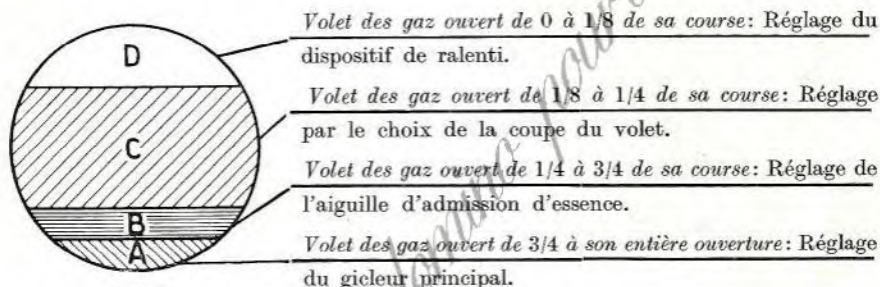

Fig. 1
**Réglage de ralenti** (voir schéma Fig. 1 Partie A).
#### Réglage de l'accélération (voir schéma de la figure 1 partie B).
#### **Réglage de l'aiguille** d'admission d'essence (voir schéma de la figure 1 partie C).
Il est conseillé de faire le réglage de la position de cette aiguille sur route, en réglant le volet des gaz comme indiqué au schéma de la figure 1, partie C. Il faut refaire les vérifications habituelles avec les mêmes méthodes pratiquées pour le contrôle de l'accélération.
#### **Réglage du maximum** (voir schéma de la figure 1, partie D).
Ce réglage a lieu toujours sur route. Il s'effectue toujours dans le dernier quart d'ouverture du volet des gaz (partie D du schéma de la figure 1). C'est ici que se constate toujours l'influence maximum du gicleur principal, c'est à ce point qu'il faut agir principalement, toujours utilisant le système employé pour le contrôle de l'accélération à bas régime en vue de déterminer si le gicleur est trop petit ou trop grand et ces opérations doivent s'effectuer de cette manière:
**Réglage de l'aiguille** d'admission d'essence (voir schéma de la figure 1 partie C).
**Réglage du maximum** (voir schéma de la figure 1, partie D).